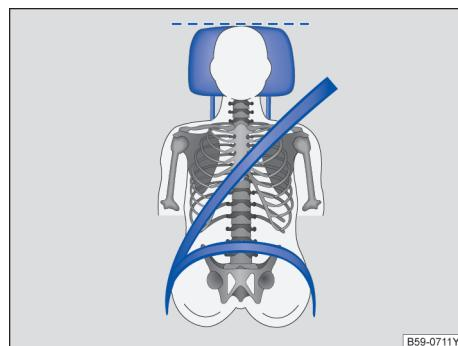

图 25 驾驶员头枕的正确位置
- 调节头枕，使头枕的上沿与您的头顶等高，不可低于眼睛，头部尽可能贴近头枕→ 图 25。